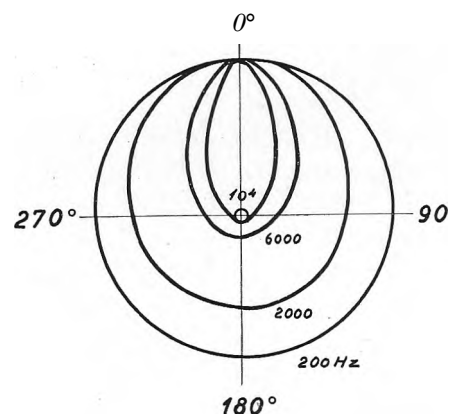

Fig. 3: Retningskarakteristikker for en Western-Electric-Mikrofon
W.E.-Mikrofonen har en Del Retningsvirkning for de høje Frekvenser (se Retningskarakteristikken Fig. 3); den størst tilladelige Afvigelse fra direkte Paa-virkning er ca. 45°, naar den bedste Kvalitet skal opnaas.